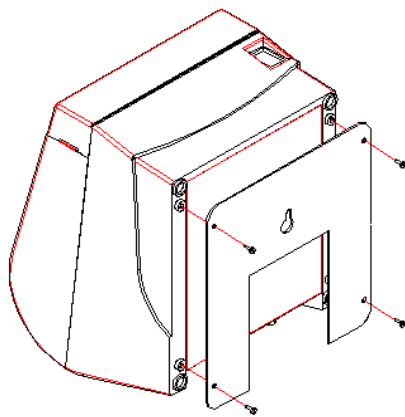

Abbildung 1
- 1) Die Montageplatte (Option) mit vier Schrauben unten am Drucker befestigen: siehe Abbildung 1.